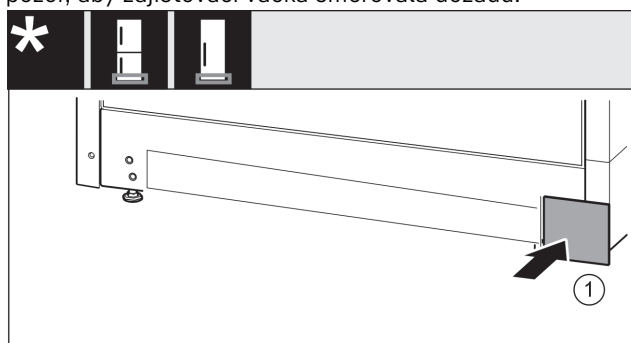

Fig. 50
- ▶ Kryt Fig. 50 (1) opět nasadte na druhé straně.